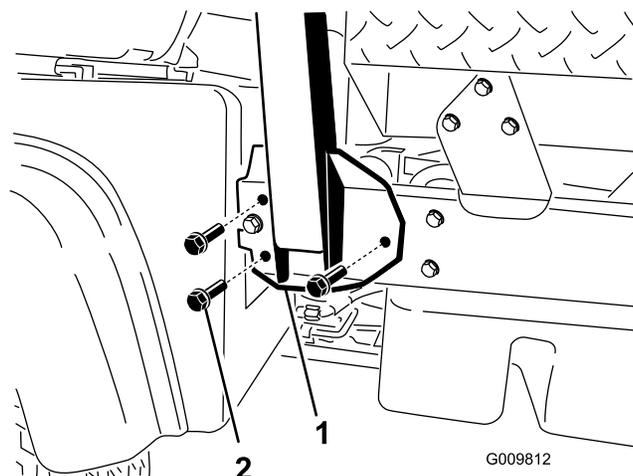

Figure 3
2. Placez chaque côté de l'arceau de sécurité en face des trous de montage de chaque côté du cadre de la machine (Figure 3).
3. Fixez le support de l'arceau de sécurité de chaque côté du cadre de la machine au moyen de 3 boulons à embase ( $\frac{1}{2}$  x  $1\frac{1}{4}$  po) (Figure 3).